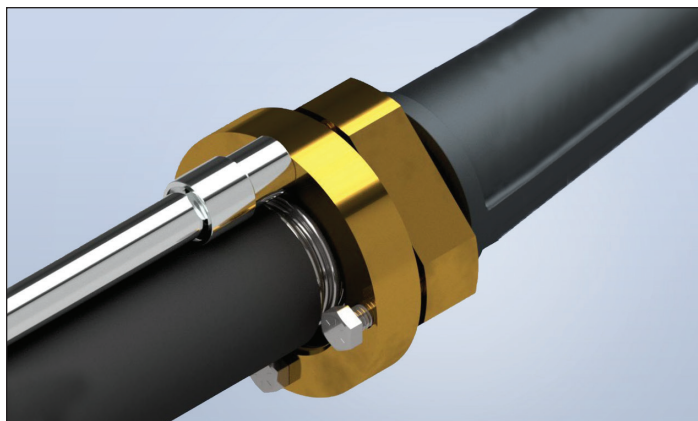

Figure 1-8
9. Serrez les boulons hexagonaux en alternance jusqu'au couple indiqué au Tableau 1 (figure 1-8). Veuillez noter que les raccords du **TracPipe System** sont conçus pour former un joint étanche sur le tube en acier inoxydable lors du serrage. **NE SERREZ PAS trop les boulons.** Lorsque le raccord est complètement serré, il devrait y avoir un petit écart uniforme sur la circonférence du raccord entre la bride avant et la bride arrière.